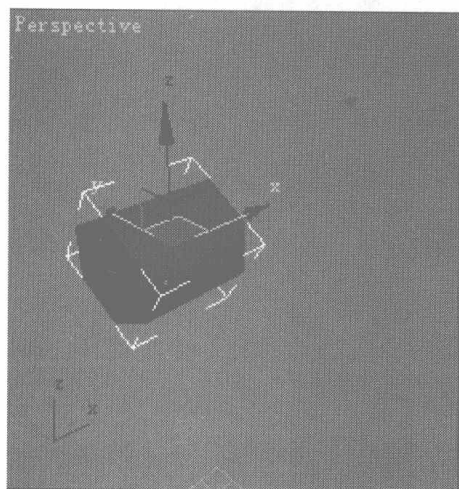
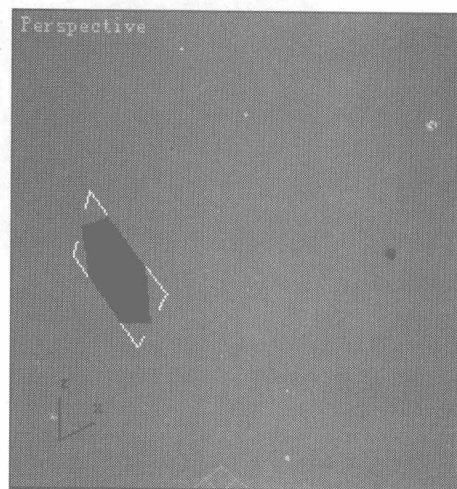
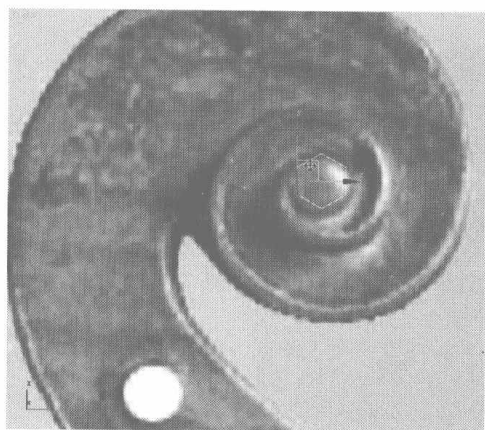
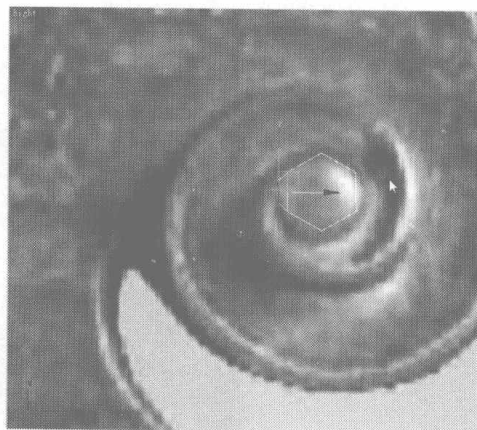

图 5.173
图 5.174
图 5.175
图 5.176
- 02** 选择如图 5.173 所示的面，按 Delete 键将其删除，如图 5.174 所示。选择如图 5.175 所示的曲线，按住 Shift 键向外拖动，复制出一个边沿，并调整到如图 5.176 所示的位置。